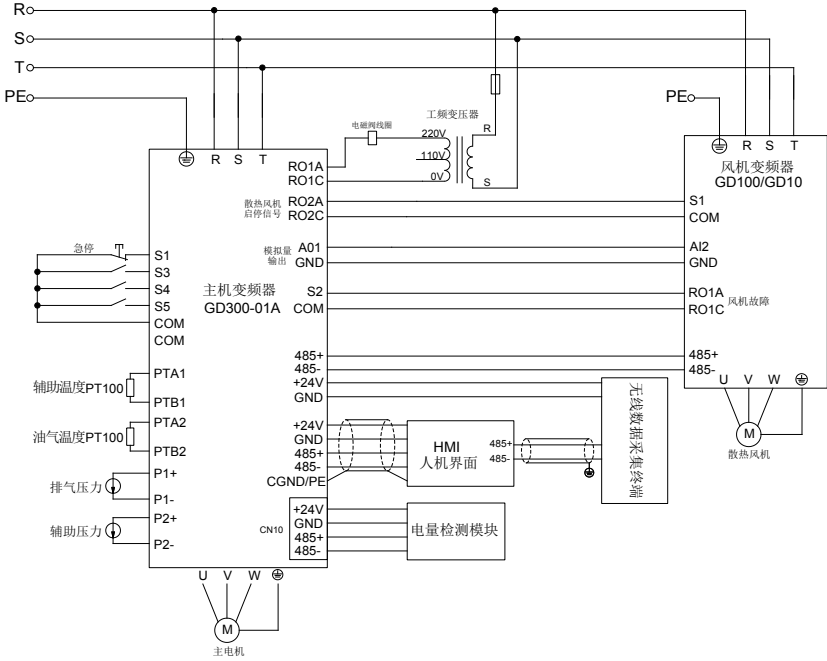

图 4.1 双变频空压机系统接线图
- 1、按照图 4.1 双变频空压机系统接线图进行接线；仔细检查接线是否正确，确保空压机变频器接地和空压机外壳接地连接良好；